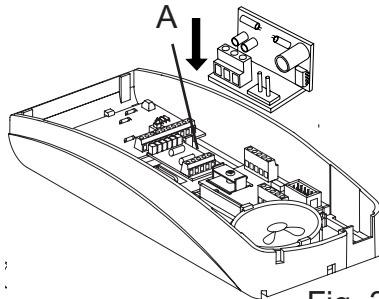

Fig. 3
- 2) Inserire la scheda elettronica nell'apposito spazio (A) e fissarla con la vite in dotazione (Fig. 3).
- 2) Insert the electronic circuit board in proper seat (A) and fix it with the screw provided (Fig. 3).
- 2) Insérer la carte électronique dans l'emplacement approprié (A) et la fixer avec la vis fournie (Fig. 3).
- 2) Den elektronischen Schaltkreis in den passenden Sitz einsetzen und ihn mit der mitgelieferten Schraube befestigen (Abb. 3).
- 2) Inserir a placa electrónica no lugar apropriado (A) e fixá-la com o parafuso fornecido (Fig. 3).